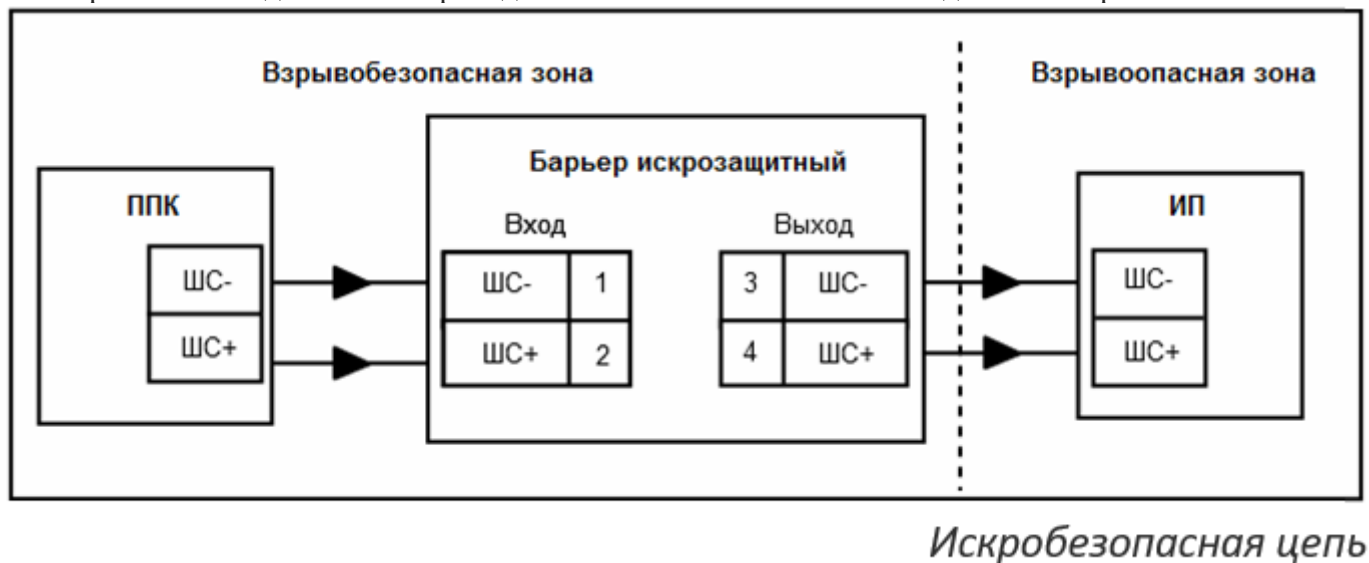

Рисунок 2 – Схема подключения искробарьера
- произвести подключение проводов в соответствии со схемой подключения рис. 2.